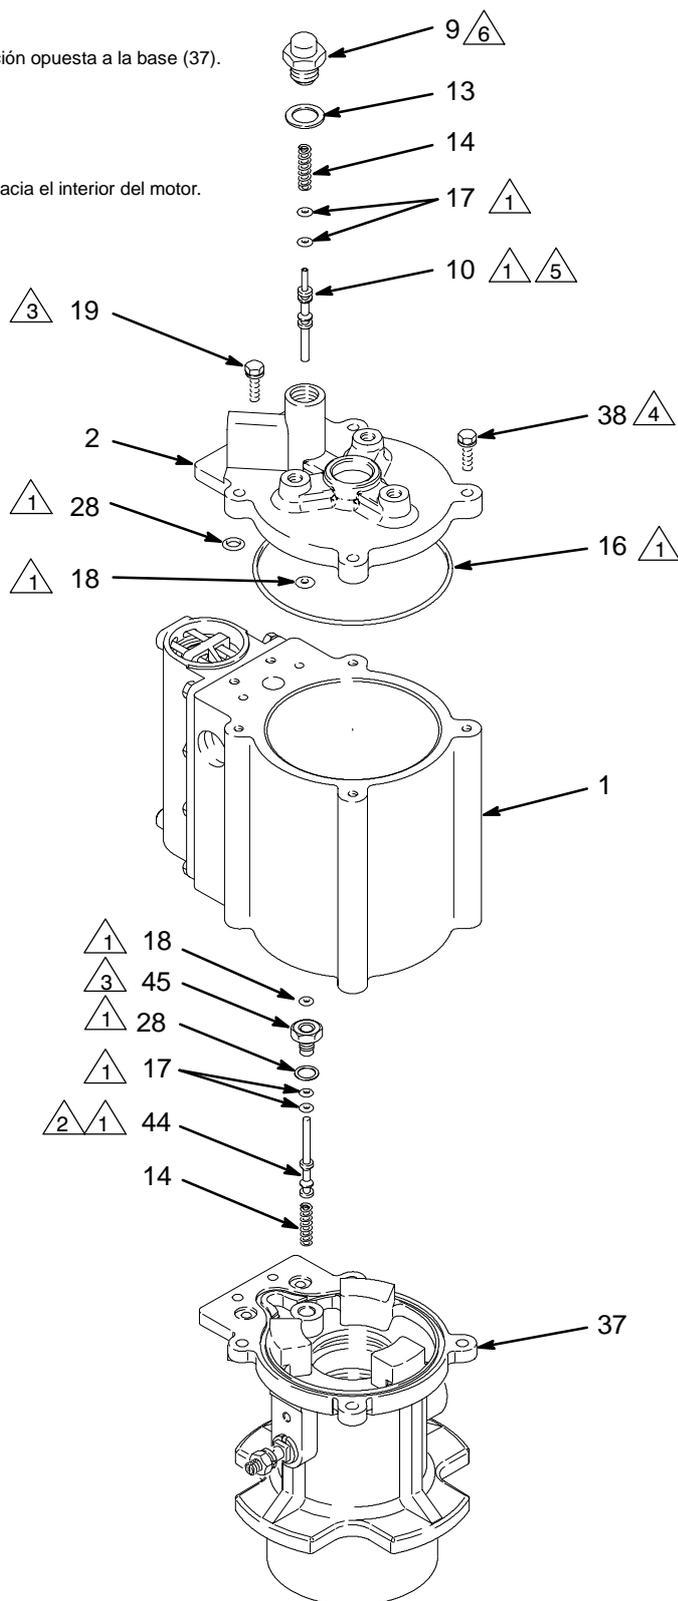

Fig. 7
1. Retire el tapón de la válvula accionadora superior (9) de la tapa superior (2). Desenrosque la junta obturadora (13) del tapón (9). Vea la Fig. 7.
2. Saque el muelle (14) y el pasador (10) de la tapa superior (2). Saque las dos juntas tóricas (17) del pasador.
3. Saque los cuatro tornillos (38) y los dos tornillos (19) que sujetan la tapa superior del cilindro (2) al cilindro (1). Saque la junta tórica grande (16) y las dos pequeñas (28) de la tapa. Saque la junta tórica (18) del interior de la tapa superior.
4. Retire el tapón de la válvula accionadora inferior (45) de la base del motor (37). Saque la junta tórica (28) del tapón (47). Saque la junta tórica (18) del tapón. Vea la Fig. 7.
5. Retire el pasador de accionamiento (44) y el muelle (14). Saque las dos juntas tóricas (17) del pasador.
1. Engrase la junta tórica (18), e instálela en el tapón del accionador inferior (45). Instale la junta tórica (28) en el tapón. Vea la Fig. 7.
2. Instale el muelle (14) en la base del motor (37). Instale las dos juntas tóricas (17) en el pasador del accionador inferior (44). Engrase el pasador y las juntas tóricas e instale el pasador en la base, con el extremo largo dirigido en dirección contraria a la base.
3. Enrosque el tapón (45) en la base del motor (37). Aplique un par de 1,6 a 1,9 N.m.
4. Engrase las dos juntas tóricas pequeñas (28) y la grande (16). Instálas en el hueco de la tapa grande (2). Engrase la junta tórica (18), e instálela en el interior de la tapa superior del cilindro (2). Vea la Fig. 7.
5. Instale la tapa superior (2) en el cilindro (1). Instale los cuatro tornillos (38), y apriételes a un par de 4,0 a 5,1 N.m. Instale los dos tornillos (19), y apriételes a un par de 1,6 a 1,9 N.m.
6. Instale las dos juntas tóricas (17) en el pasador (10). Engrase el pasador y las juntas tóricas, e introduzca el pasador en la tapa superior (2). El extremo grande debe estar dirigido hacia el interior del motor.
7. Enrosque la junta (13) en el tapón (9). Instale el muelle (14) en la tapa superior (2). Enrosque el tapón en la tapa superior y apriétele a un par de 6,8 a 7,9 N.m.